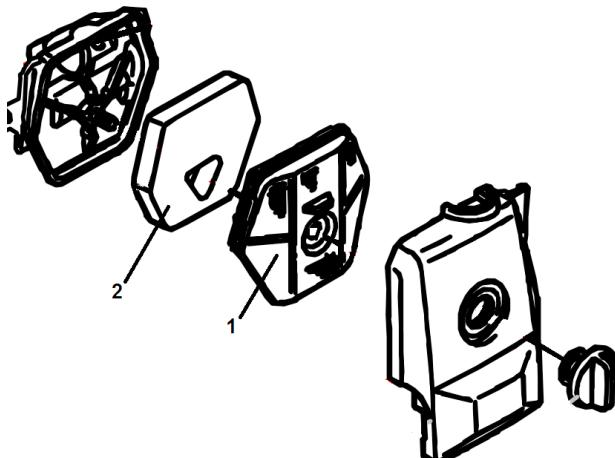

Рис.20
1. Открутите гайку (A) и снимите крышку воздушного фильтра (Рис.20).
3. Очистите капроновый фильтр(1) мягкой щеткой. Поролоновый фильтр (2) промойте чистой, теплой мыльной водой и просушите. Смочите поролоновый фильтр чистым моторным маслом. Лишнее масло отожмите.